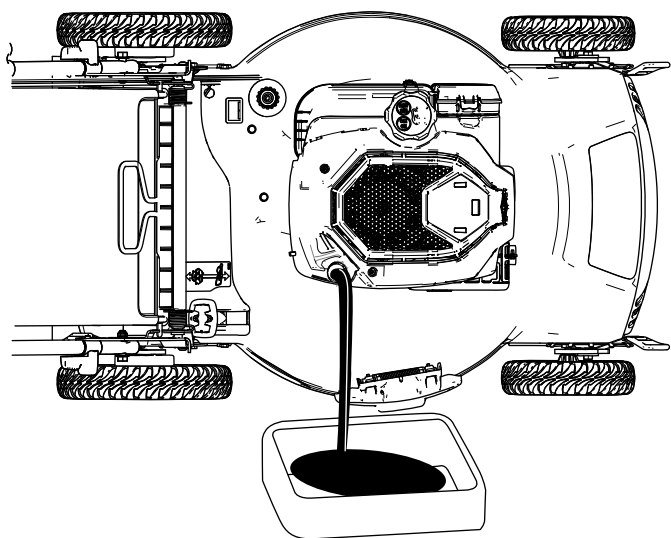

Figuur 27
- Verwijder de peilstok door de dop linksom te draaien en eruit te trekken (Figuur 27).
10. Lees het oliepeil af van de peilstok (Figuur 27).